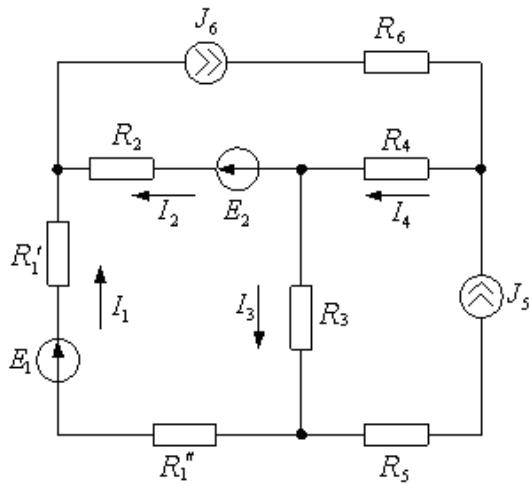
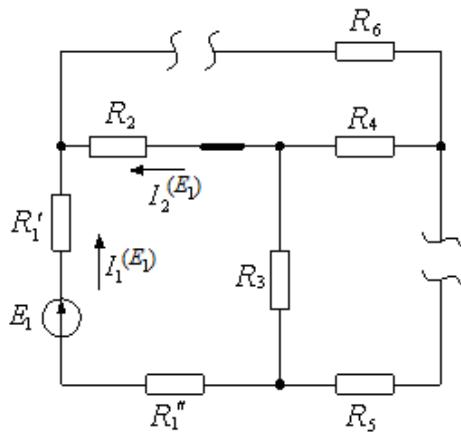
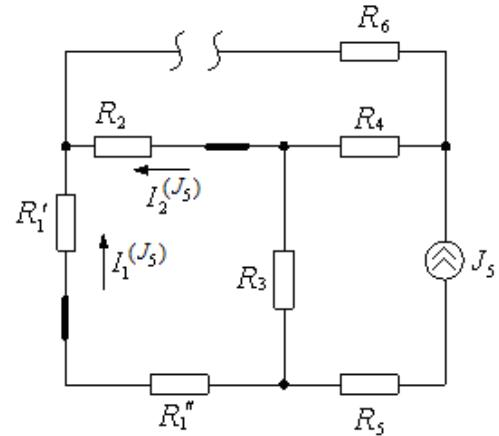

Рис. 1
Рис. 2
Рис. 3
Применительно к схеме рис. 1 выражения для токов  $I_1$  и  $I_2$  по методу наложения могут быть представлены в виде сумм:
Частичная схема для расчета входных и взаимных проводимостей  $g_{11}$  и  $g_{21}$  показана на рис. 2, частичная схема для расчета коэффициентов  $k_{15}$ ,  $k_{25}$  — на рис. 3.
Из схемы рис. 2 следует, что  $I_1^{(E_1)} = -I_2^{(E_1)} = \frac{E_1}{R_1' + R_1'' + R_2 + R_3}$ , поэтому
$$g_{11} = -g_{21} = \frac{1}{R_1' + R_1'' + R_2 + R_3}. \quad \text{Из схемы рис. 3 получаем}$$
Входные и взаимные проводимости и коэффициенты передачи не зависят от значений источников в цепи, а определяются только сопротивлениями резисторов и схемой их соединения. В частичных схемах (рис. 2 и рис. 3) направление частичного тока ветви определяется выбранным направлением тока ветви в исходной схеме (рис. 1). При этом частичный ток
может быть не согласован с направлением источника, в таком случае частичный ток и, соответственно, входная, взаимная проводимость и коэффициент передачи по току будут иметь знак "-". В рассмотренном выше примере входная проводимость  $g_{11}$  имеет знак "+", так как частичный ток  $I_1^{(E_1)}$  согласован по направлению с  $E_1$ , а взаимная проводимость  $g_{21}$  имеет знак "-", так как частичный ток  $I_2^{(E_1)}$  не согласован по направлению с  $E_1$  (рис. 2). Аналогично коэффициент передачи по току  $k_{25}$  имеет знак "+", а  $k_{15}$  имеет знак "-" (рис. 3).
Входные и взаимные проводимости ветвей и коэффициенты передачи тока можно определять по приращениям токов и ЭДС, получаемых из двух произвольных режимов цепи. Предположим, что в схеме (см. рис. 1) при  $E_1 = E_1'$  токи  $I_1 = I_1'$ ,  $I_2 = I_2'$ , а при  $E_1 = E_1''$  токи  $I_1 = I_1''$ ,  $I_2 = I_2''$ . ЭДС  $E_2$  и токи  $J_5$  и  $J_6$  при этом остаются неизменными. Подставив указанные значения токов  $I_1$ ,  $I_2$  и ЭДС  $E_1$  и  $E_2$ , в равенства (1) и (2), получим:
3. Начертить расчетную схему электрической цепи (рис. 2П). При  $E_1=12$  В и  $J_2=50$  мА, и значениях  $R_1, R_2, R_3$ , приведенных в таблице 1, вычислить токи в ветвях цепи, считая приборы идеальными. Определить напряжение на источнике тока. При определении токов воспользоваться одним из методов расчета: